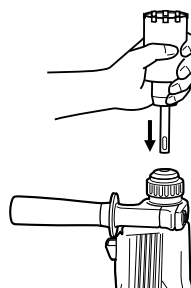

Fig. 18
- (2) Monter la queue de couronne sur le marteau rotatif à percussion. (Fig. 18)
- (3) Introduire la goupille centrale dans la plaque de guidage jusqu'à ce qu'il arrête.